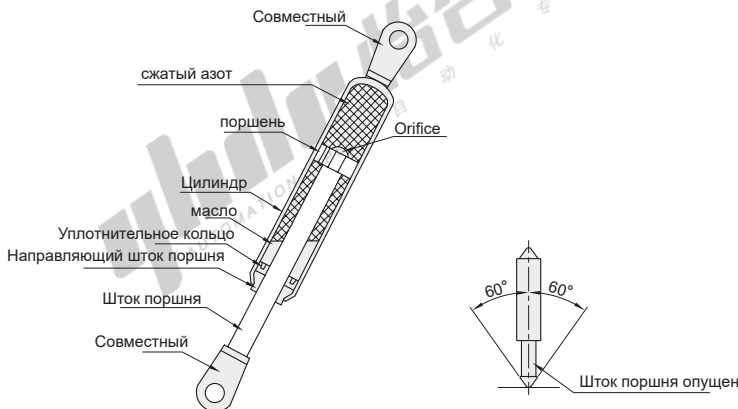

Рисунок 1
- Шток поршня с газовой пружиной должен быть установлен вниз (рис. 1) и не должен быть перевернут, чтобы обеспечить защиту резинового уплотнения за счет внутреннего масла, уменьшить трение и обеспечить наилучший эффект демпфирования